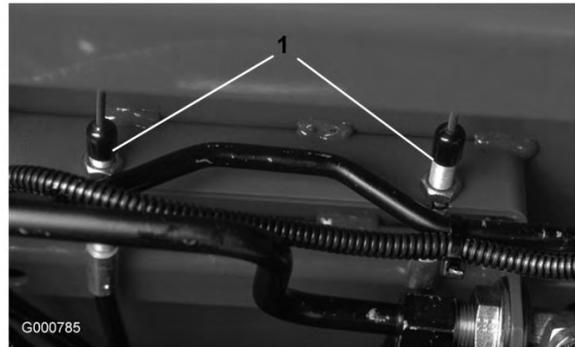

Figura 62
2. Para reducir la holgura de los pedales de freno, apriete los frenos aflojando la tuerca delantera del extremo roscado del cable de freno (Figura 62). Luego apriete la tuerca trasera para mover el cable hacia atrás hasta que los pedales de freno tengan una holgura de 1,25-2,5 cm. Apriete las tuercas delanteras una vez que los frenos estén ajustados correctamente.